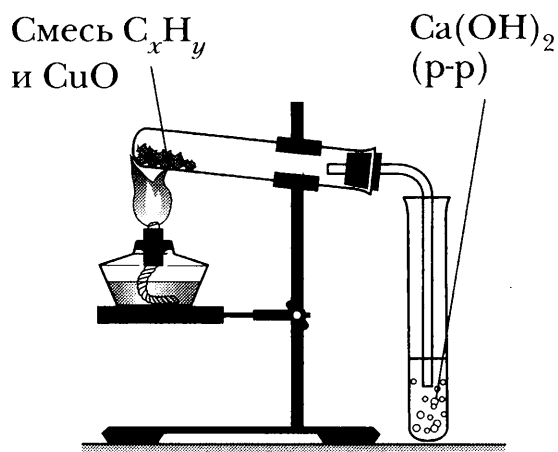

Рис. 70. Прибор для качественного обнаружения углерода и водорода в органическом соединении
Соберите прибор, как показано на рис. 70. Смесь 1–2 г оксида меди (II) и ~ 0,2 г парафина хорошо перемешайте и поместите на дно пробирки. Сверху насыпьте ещё немного оксида меди (II). В верхнюю часть пробирки введите в виде пробки небольшой кусочек ваты и насыпьте на неё тонкий слой белого порошка безводного сульфата меди (II). Закройте пробирку пробкой с газоотводной трубкой. При этом конец трубки должен почти упираться в комочек ваты с сульфатом меди (II). Нижний конец газоотводной трубки должен быть погружён в пробирку с раствором гидроксида кальция. Нагрейте пробирку в пламени горелки. Если пробка плотно закрывает пробирку, то через несколько секунд из газоотводной трубки начнут выходить пузырьки газа. Как только раствор гидроксида кальция помутнеет, пробирку с ним следует удалить и продолжать нагревание, пока пары воды не достигнут белого порошка сульфата меди (II) и не вызовут его посинения.